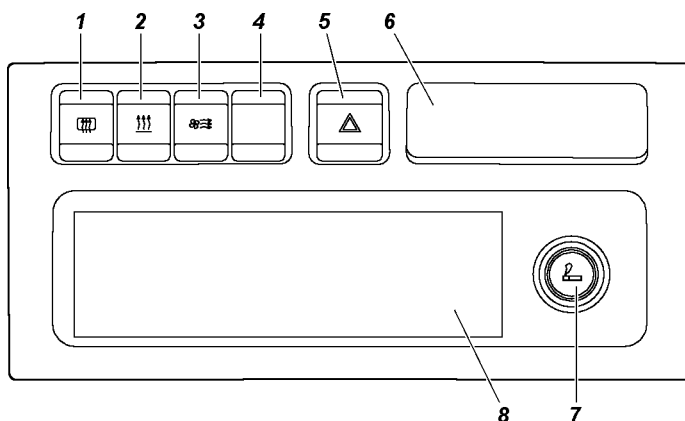

Рис. 3.4. Центральная консоль панели приборов (наименование позиций см. в тексте)
4 -центральная консоль (рис. 3.4).
На рис. 3.4 изображена центральная консоль панели приборов.
- включите электродвигатель вентилятора и электродвигатель насоса дополнительного отопителя выключателем 2 (см. рис. 3.4);
- выберите скорость вращения электродвигателя вентилятора дополнительного отопителя переключателем 3 (см. рис. 3.4).